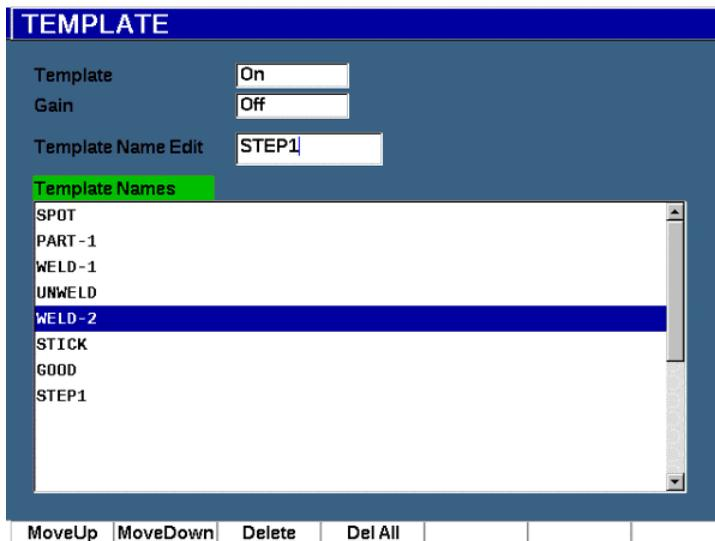

Рис. 11-51 Страница настройки Template (Шаблон)
1. Выберите **Template** > **Setup** (Шаблон > Настр.) для отображения страницы настройки **Template** [Шаблон] (см. Рис. 11-51 на стр 314).